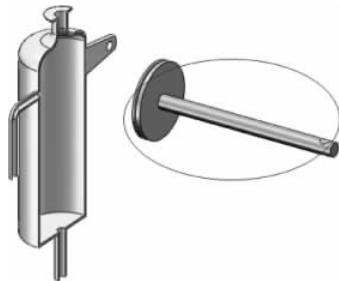

图 3-9 插入活塞零件
(1) 单击【装配体】工具栏中的【插入零部件】按钮 $\square$ ,弹出【插入零部件】属性管理器。单击【浏览】按钮,在弹出的【打开】对话框中选择零件【活塞】,然后单击【打开】按钮,在图形区域的合适位置单击插入,如图 3-9 所示。